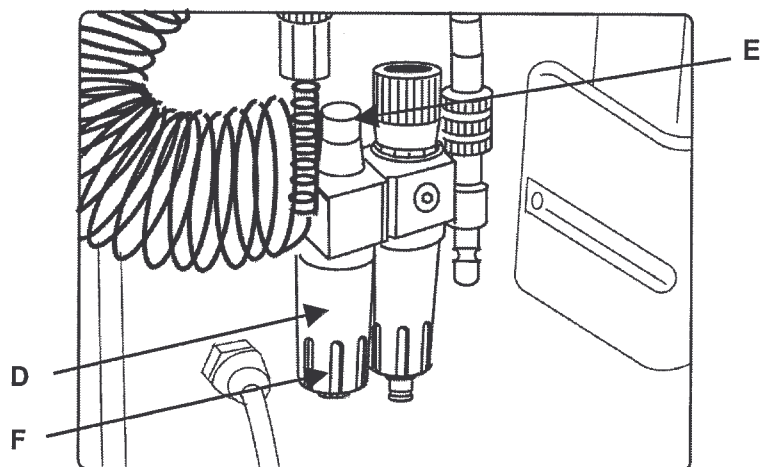

Fig. 09-09
9.9 REGOLAZIONE SUL FILTRO INGRESSO ARIA (Fig. 09-09)